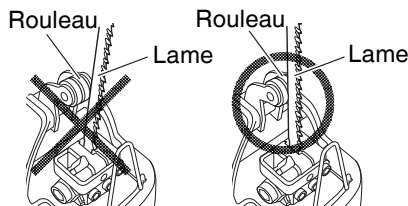

Fig. 4
- S'assurer que la lame est située dans la rainure du rouleau. (Fig. 4)